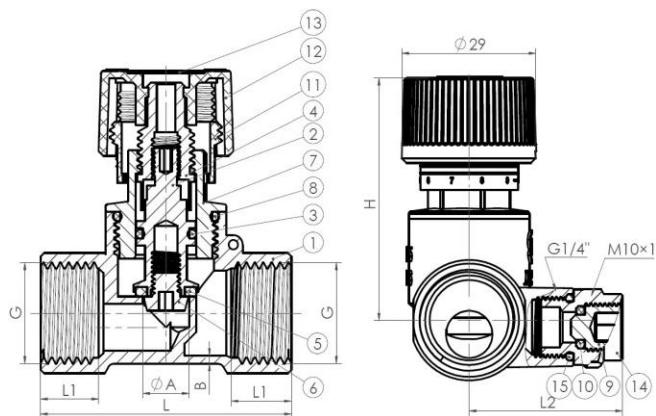

Рис. 1
2.2. Основные габаритные и присоединительные размеры приведены в табл. 1,2 и на рис. 1,2.